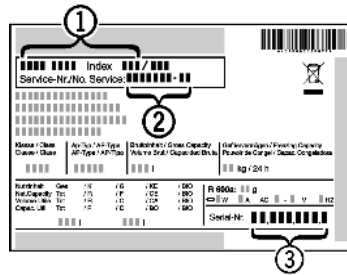

Fig. 54
- ▶ Očitajte naziv uređaja Fig. 54 (1), servisni broj Fig. 54 (2) i serijski broj Fig. 54 (3) s tipske pločice. Tipska pločica nalazi se na lijevoj unutarnjoj strani uređaja.